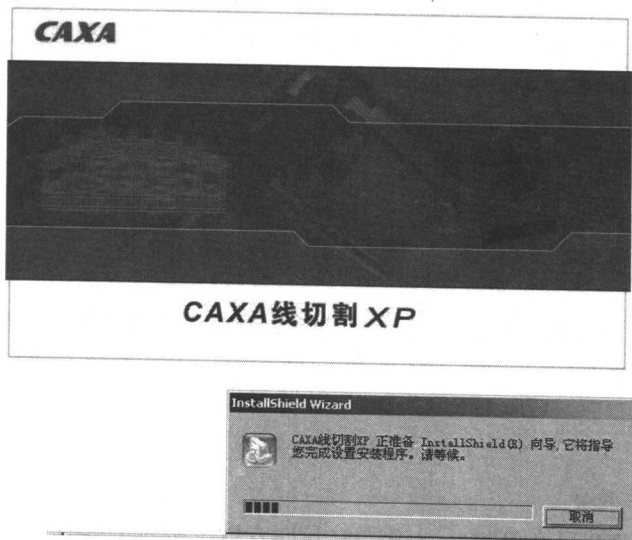
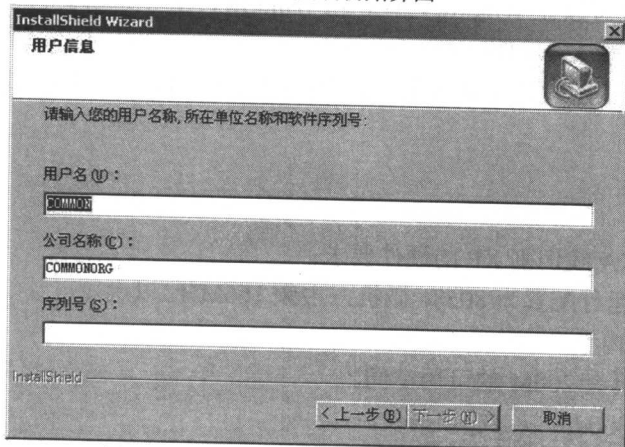

图 1-1 安装初始界面
图 1-2 CAXA 线切割 XP 版序列号输入
- (1) 在关机状态下，将加密锁安装在计算机的并行接口上。
- (2) 启动 Windows 系统，将 CAXA 线切割 XP 的光盘放入光驱中，打开光盘文件夹，在光盘目录中找到 SETUP.EXE 文件，并双击运行它。
- (3) 此时出现 CAXA 线切割 XP 安装初始化界面，如图 1-1 所示。可以按照默认选项进行安装，也可以根据个人习惯改变其中的一些设置，如安装路径等。安装过程中出现提示输入序列号界面(如图 1-2 所示)，这时输入授权的安装序列号。按照提示完成 CAXA 线切割 XP 软件的安装。